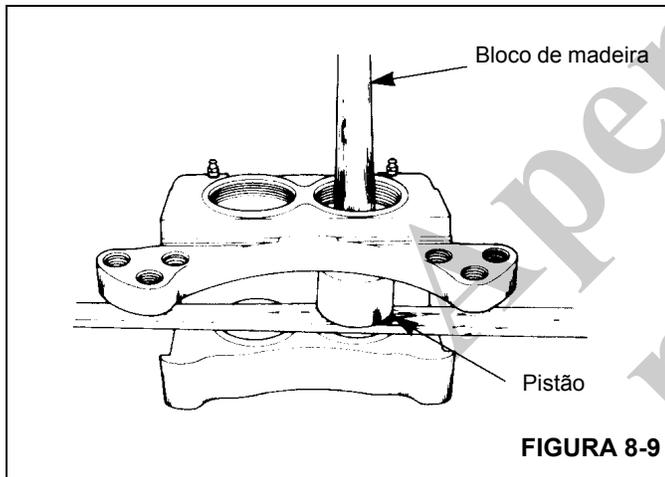

FIGURA 8-9
8. Remova os pistões do lado da placa de montagem da carcaça. Empurre as extremidades dos pistões para forçá-los para fora do lado do disco da carcaça (Figura 8-9).